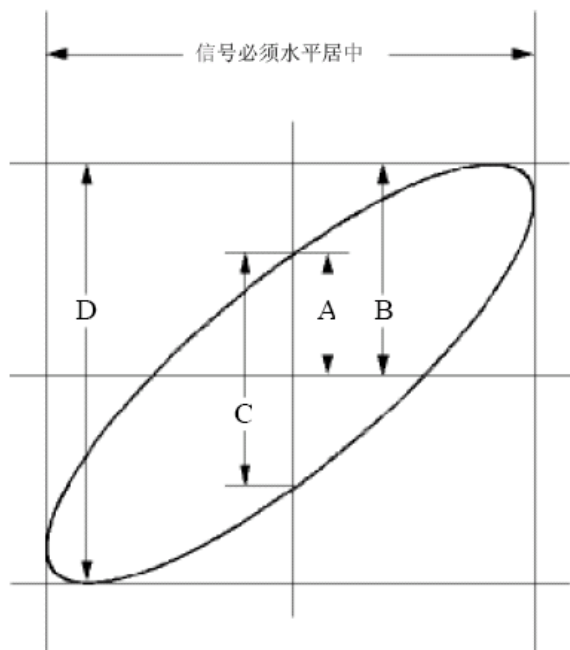

图 6-6: 李沙育（Lissajous）图形
- (7) 调整 **垂直 伏/格**、**垂直位置** 旋钮使波形达到最佳效果。
- (8) 应用椭圆示波图形法观测并计算出相位差。见图 6-6。